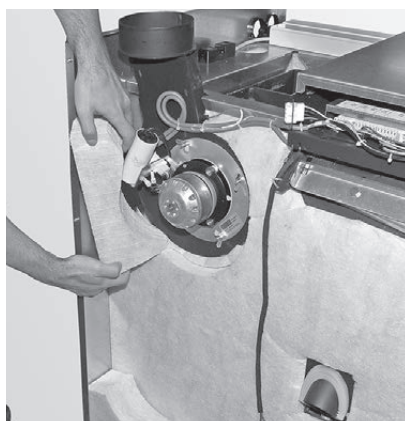

Fig. 24 Rimuovere l'isolamento sul ventilatore gas combusti
- ▶ Rimuovere l'isolamento intorno al ventilatore gas combusti – Fig. 24.